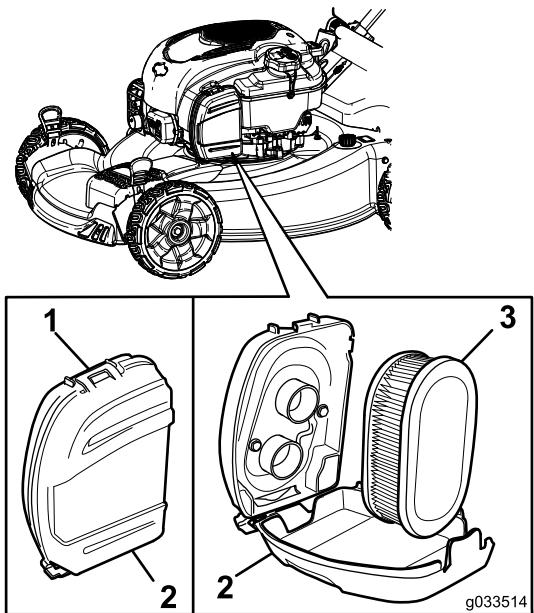

図 26
1. エアフィルタカバー上部のクリップを外す図 26。
2. エアフィルタを取り外す(図 26)。